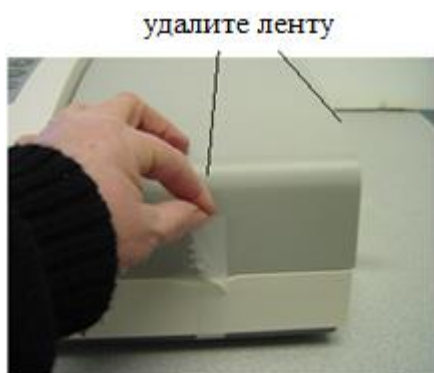

Рисунок 3-1 Удаление ленты
- Удалите ленту, фиксирующую закрытую крышку рабочей области (рисунок 3-1).